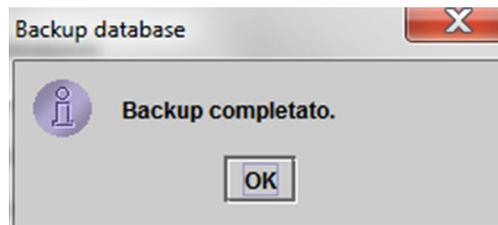

Figura 5-79. Schermata Backup completato
Fare clic su **Annulla** per non eseguire il backup del database e procedere direttamente alla schermata Selezionare file per ripristino database (vedere la Figura 5-79).
6. Fare clic su **OK**. Verrà visualizzata la schermata Selezionare file per ripristino database. Vedere la Figura 5-79.